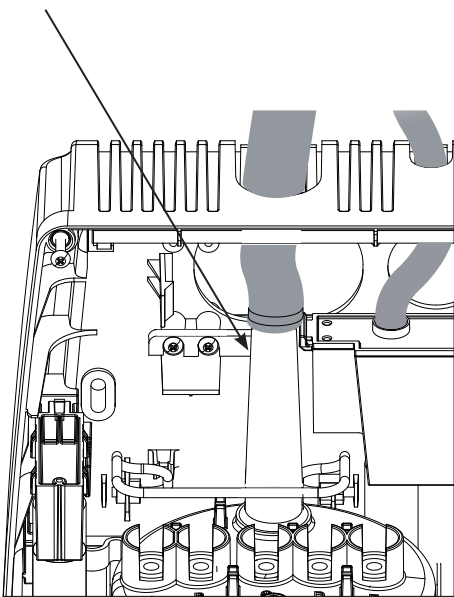

Fig. 3.k
**⚠ Viktigt!** För att kondensat ska rinna tillbaka genom utloppsanslutningen, montera distributionsanordningen med svagt bakfall (uppåtlutning) (minst 2°, se fig. 3.l).
Under driften kan en del av ångan kondenseras och orsaka minskad effektivitet samt buller (gurglingar). För att tappa ur kondensat, anslut en avloppsslang (CAREL-kod 1312353APG) med ett vattenlås och minst 5° fall till luftfuktarens undersida (se fig. 3.l). Kondensatslangen ska löpa genom det hål som finns ovanpå fyllningstanken, inne i luftfuktaren, enligt fig. 3.k.